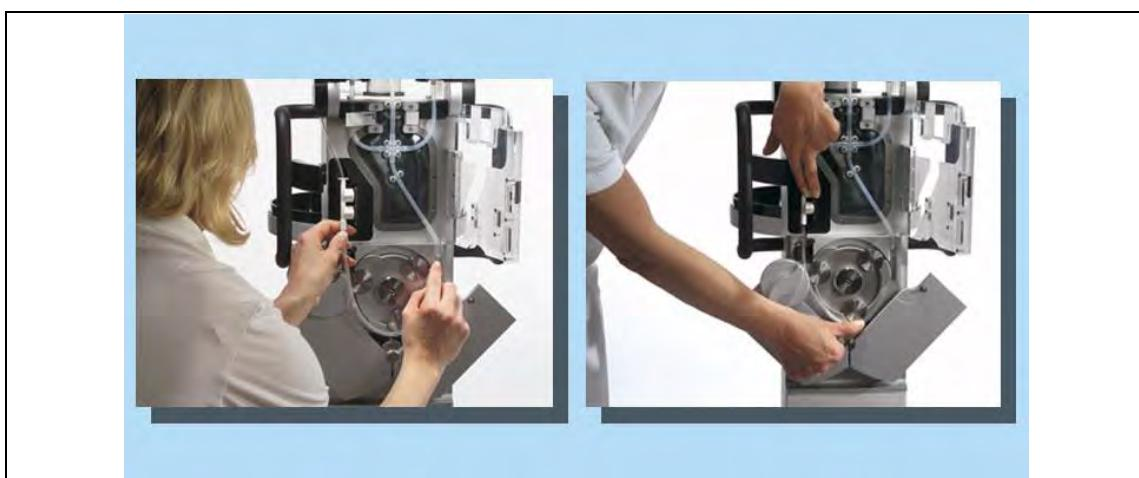

Рис. 12: Укладка трубы насоса
15. Вложить соединительный элемент в приёмную канавку (см. Рис. 12, стр. 31). Провести трубку насоса колеса насоса (см. Рис. 12, стр. 31) так, чтобы один ролик колеса насоса находился в положении около 6 часов (приблизительно самое низкое положение) (см. Рис. 12, стр. 31).